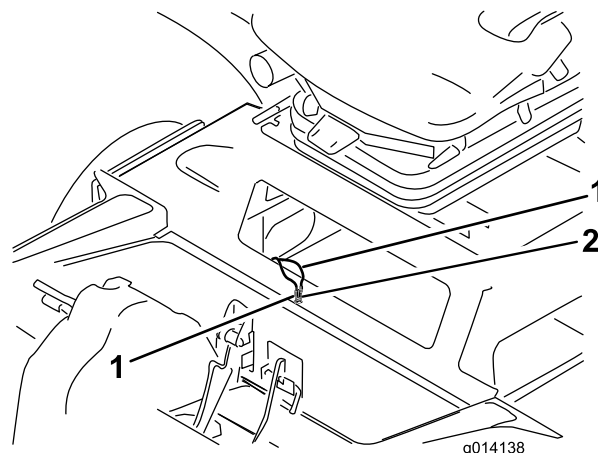

Figura 56
3. Localice los dos cables-puente taponados del contrapeso, dentro del compartimento (Figura 56).